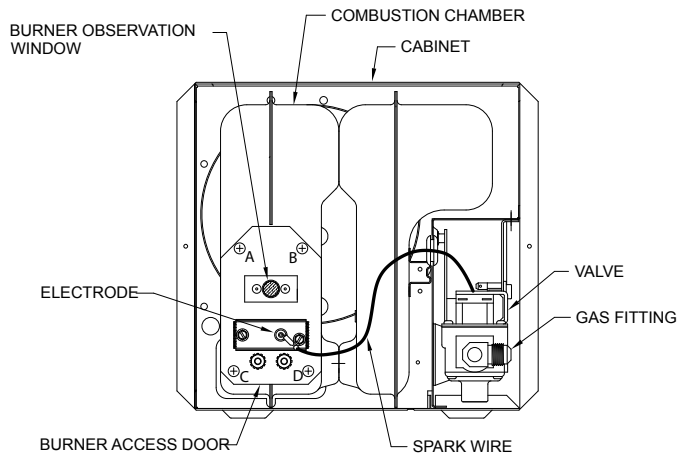
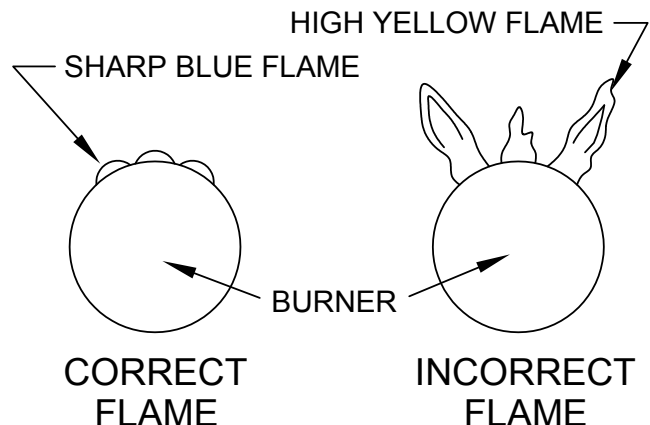

Figure 1
Figure 2
3. Observer périodiquement la flamme principale du bec pour assurer qu'elle brûle avec une flamme bleue dure avec les orifices de formation de la flamme (Voir Figure 2.) Si la flamme paraît jaune ou le bec a une flamme paresseuse, fermer la caloffière. C'est possible que le bec a besoin d'un nettoyage ou un remplacement. Pour inspecter le bec principal, enlever les quarts (4) vis (A, B, C et D) qui fixent la porte d'accès du bec à la chambre de combustion (Voir Figure 1.) Si la rouille et la corrosion excessives sont présentes sur la surface du bec, le bec doit être nettoyé à fond ou remplacé. Le bec peut être nettoyé en utilisant une brosse métallique d'acier et soufflé propre en utilisant l'air de haute compression. Contacter une personne de service qualifiée pour l'assistance.
NOTE: Pour observer la flamme, le devant du cabinet doit être enlevé. Le fonctionnement du bec peut ensuite être observé à travers la fenêtre de visionnement sur le devant de la chambre (Voir Figure 1).